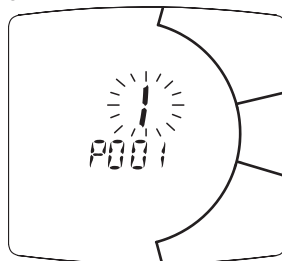

Figura 5.65
- Premere per più di 10 secondi il pulsante  per entrare nella programmazione dei parametri. (Figura 5.65).